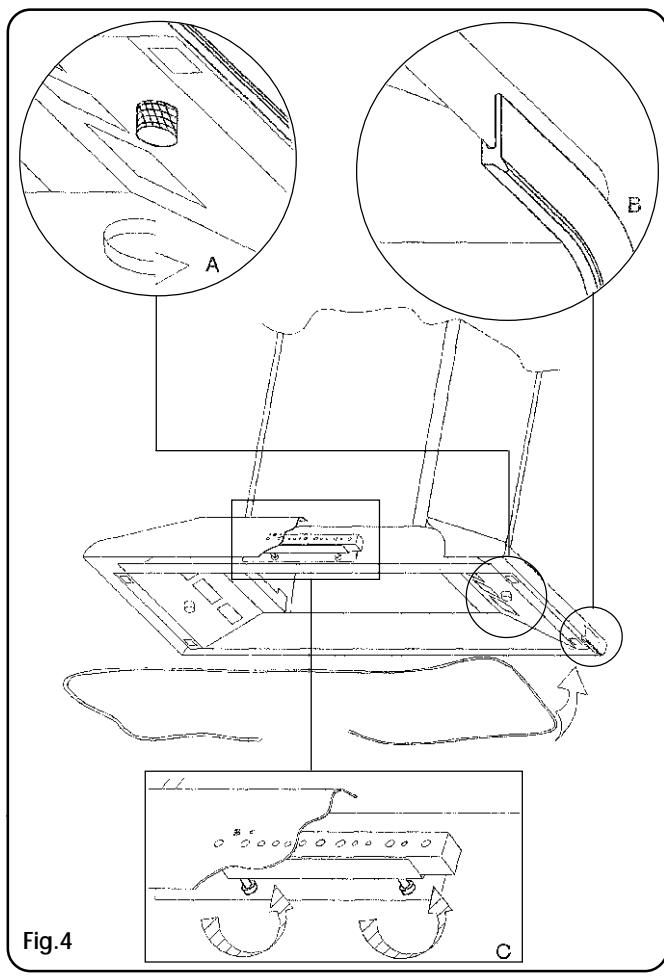

Fig.4
- 7) allentare le due viti di fissaggio scocca **fig4.A**
- 10) posizionare la scatola comandi e stringere le due viti di fissaggio senza serrare a fondo **fig4.C**
- 11) infilare il profilo sagomato sul bordo della scocca **fig4.B**
- 13) serrare le due viti di fissaggio scocca precedentemente allentate al punto (7) **fig4.A**
- 7) Lösen Sie die beiden Gehäusebefestigungsschrauben (**Abb.4.A**)
- 10) Setzen Sie das Armaturengehäuse an und ziehen Sie die beiden Befestigungsschrauben nicht ganz bis zum Anschlag an. (**Abb.4.C**)
- 11) Setzen Sie den Profilrahmen auf den Gehäuserand. (**Abb.4.B**)
- 13) Ziehen Sie die eingangs gelockerten zwei Gehäusebefestigungs-schrauben (siehe Abs. 7) nun fest an. (**Abb.4.A**)